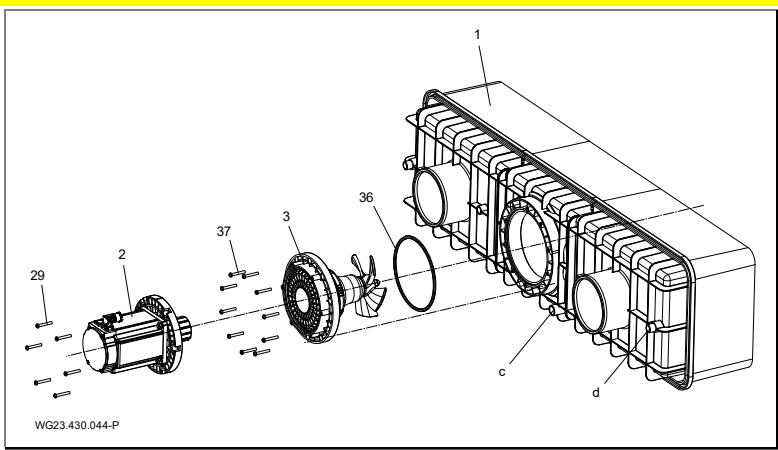

Fig. 16
1. Engrase el empalme (d, (Fig. 16)) en la carcasa de plástico (1) y el conector hembra de conexión de la manguera protectora para cables (12) con limpiador PVC-U/ABS.